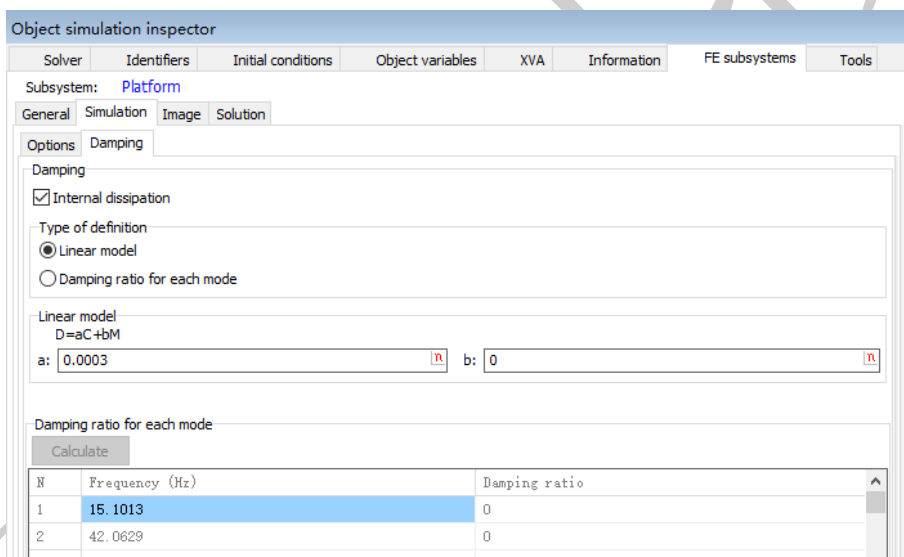

图 2.7
- 在FEM subsystems | Simulation | Damping页面，设置结构阻尼，如图2.7所示。